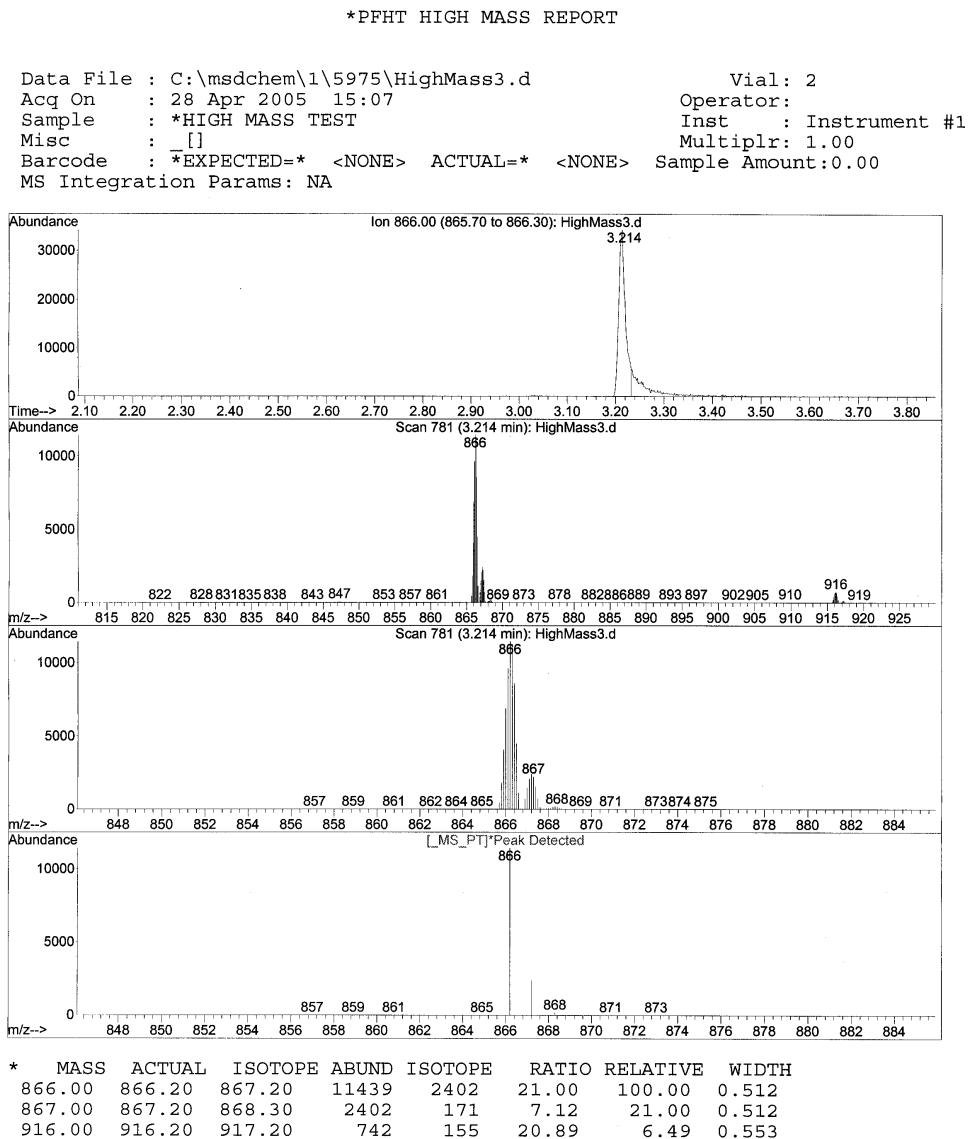

図 14 PFHT 高質量レポート
- 5 分以内に実行が完了し、結果が 出力されます。90 ページ図 14 を参照してください。